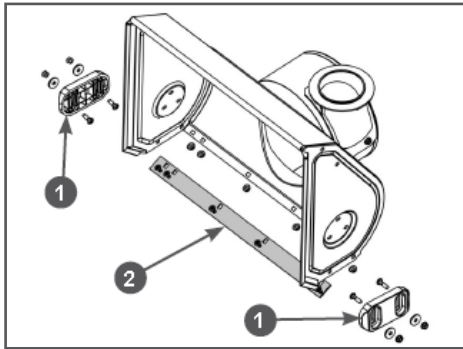

Рис. 28 Обслуживание кожуха шнеков
1. Открутите гайки крепления ползков 1 (Рис. 28) и снимите ползки с кожуха шнеков.
2. Установите новые ползки и закрепите их четырьмя болтами и гайками (Рис. 28). Перед окончательной затяжкой гаек отрегулируйте высоту
Для наглядности на Рис. 28 кожух шнеков показан без шнеков, редуктора и валов.
1. Открутите гайки крепления и снимите нижнюю накладку 2 с кожуха шнеков (Рис. 28).
2. Установите новую нижнюю накладку и закрепите ее болтами и гайками (Рис. 28).